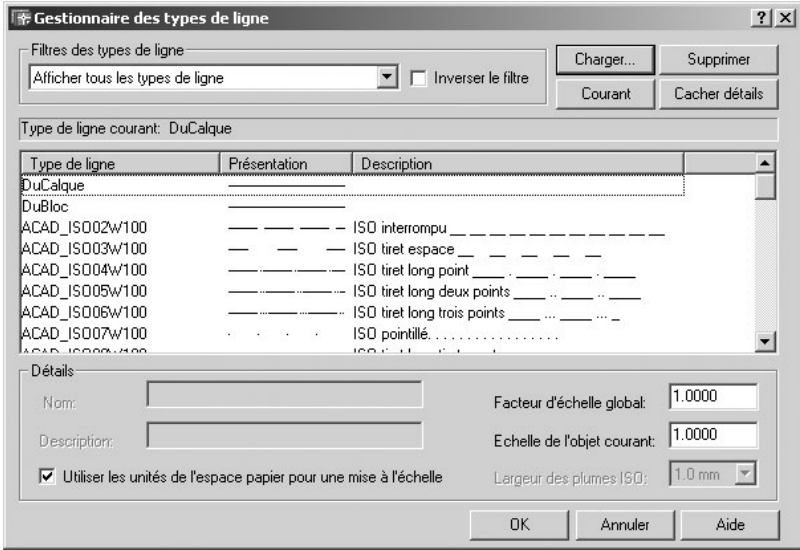

Fig.6.37
- **Pour l'ensemble des types de ligne** : modifier la valeur dans le champ **Facteur d'échelle global** (Global scale factor) de la boîte de dialogue **Gestionnaire des types de ligne** (Linetype Manager) (fig.6.37).